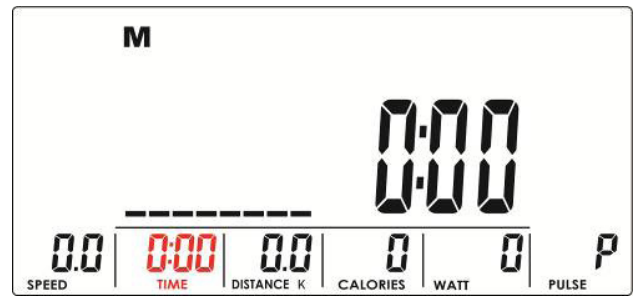
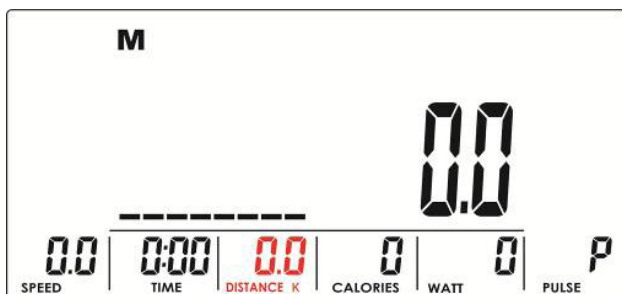
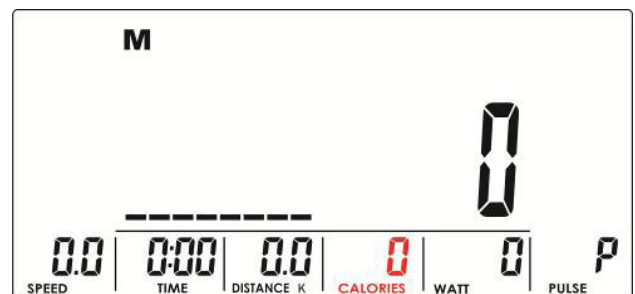
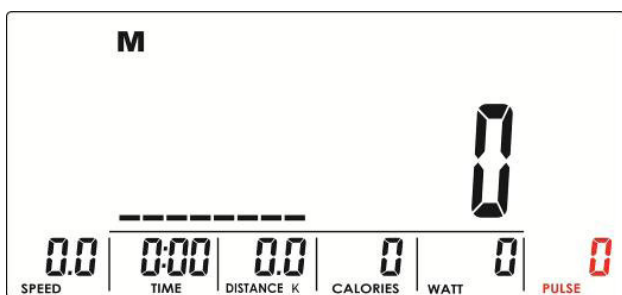

Fig. 5
Fig. 6
Fig. 7
Fig. 8
3. Indtast tid (fig. 5), distance (fig. 6), kalorier (fig. 7) og puls (fig. 8) med UP- eller DOWN-knapperne. Bekræft det valgte med MODE/ENTER.